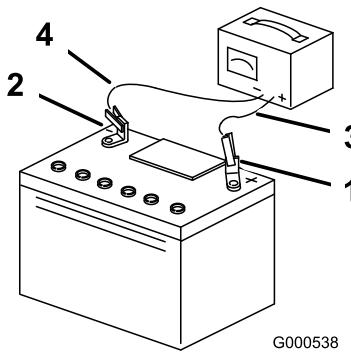

Bild 37
3. Ziehen Sie, wenn die Batterie voll geladen ist, den Stecker des Ladegeräts aus der Dose. Klemmen Sie dann die Klemmen des Ladegeräts von den Batteriepolen ab (Bild 37).